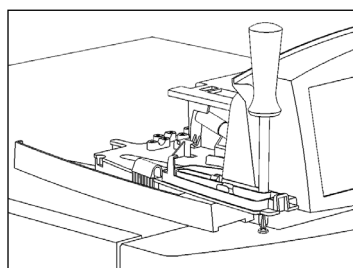

Abb. 3
- Sicherungsschraube lösen und Brennerhaube abnehmen (Abb. 3)